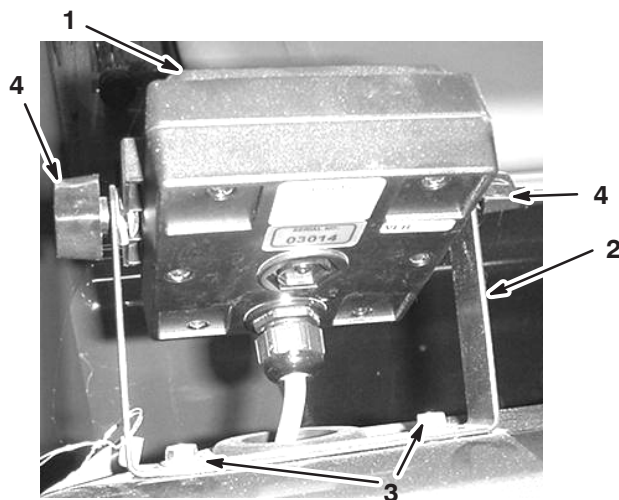

Figure 3
1. Fixez le support du moniteur au tableau de bord (Fig. 3) avec 2 boulons à collerette (1/4 x 3/4 pouce) et 2 écrous à collerette (1/4 pouce).
2. Posez les 2 vis de carrossier, les rondelles en caoutchouc et les boutons sans les serrer sur le support comme illustré aux Figures 3 et 4.
5. Montez le moniteur Spray Pro sur les têtes des vis de carrossier (Fig. 3) et serrez les boutons pour le fixer en position.